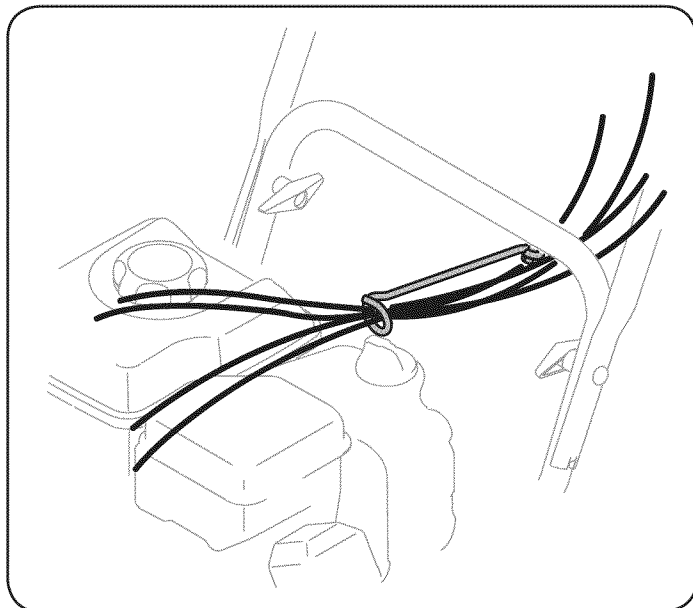

Figura 5
6. Controle que todos los cables estén adecuadamente dirigidos a través de la guía de cables en el mango inferior. Vea la figura 5.